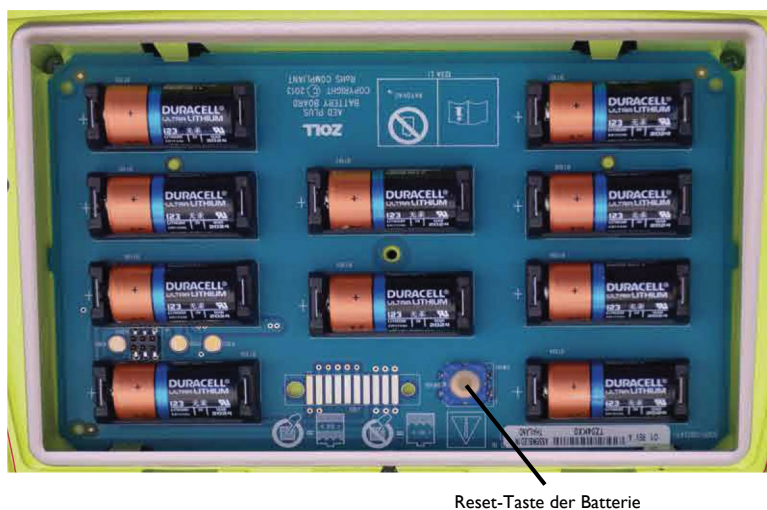

Abbildung 8: Batteriefach
- Drücken Sie nach dem Einsetzen neuer Batterien die Reset-Taste im Batteriefach, wenn Sie das Gerät dazu auffordert (siehe Abbildung 8). Nach Betätigen der Reset-Taste wird die Verbrauchsanzeige der Batterien auf volle Kapazität eingestellt.